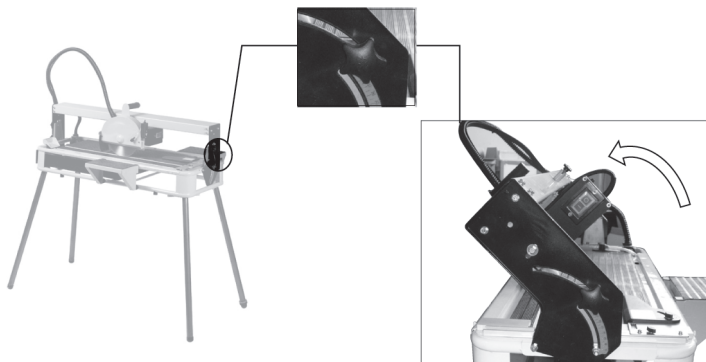

Рисунок 6. Схема налаштування кутового положення різальної головки.
5.1.2.6 Налаштування кута нахилу робочої головки виробу (Рис. 6).